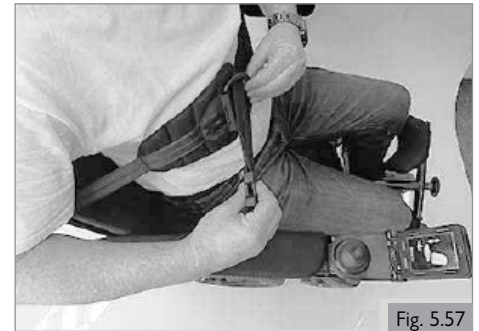

Fig. 5.57
3. Coloque el cinturón pectoral de modo tal que sostenga cómodamente y por completo el torso del usuario. (Fig. 5.57)